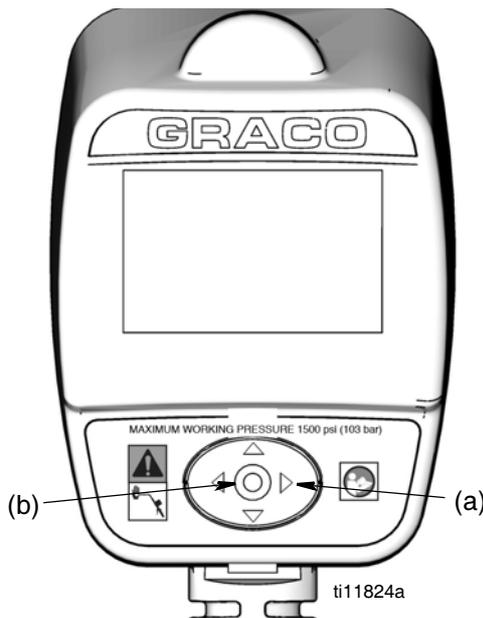
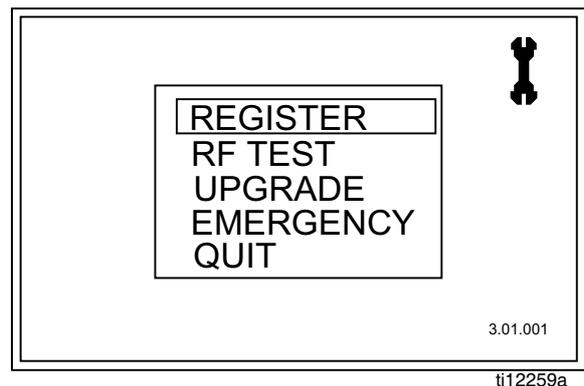

FIG. 3
FIG. 4
Principaux écrans de configuration des utilitaires (FIG. 4)
1. Lorsqu'on affiche un écran de distribution, pour afficher l'écran principal des utilitaires, appuyer pendant quelques secondes d'abord et uniquement sur la **FLÈCHE DROITE** (a) (FIG. 3).
2. Ensuite, appuyer en même temps sur le bouton **ENTRÉE** au milieu (b) (FIG. 3). Continuer de pousser sur ces deux boutons jusqu'à ce que l'écran principal des utilitaires montré sur la FIG. 4 s'affiche.